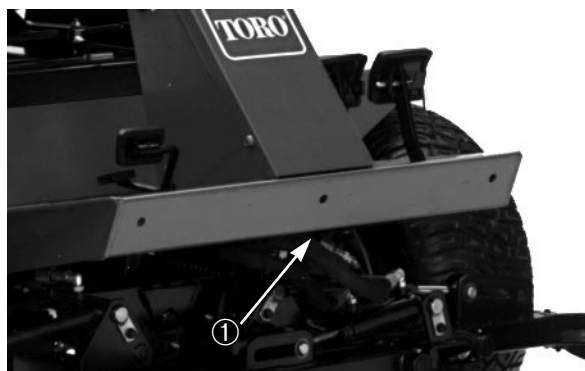

Fig. 20
2. Montare una catena, cinghia o cavo idonei, al centro dell'elemento anteriore del telaio (Fig. 20).